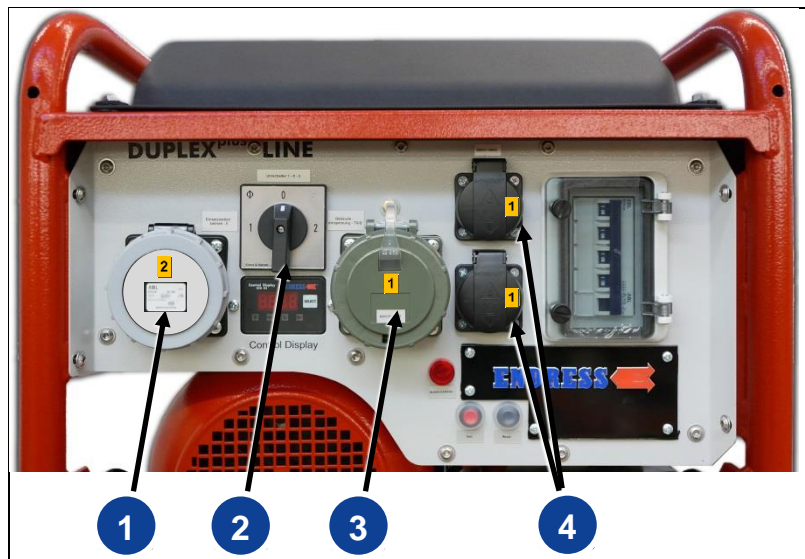

Fig. 4-6: Conectar el material de utilización versión II/TN-S
¡Conmutar el modo de funcionamiento (Fig. 4-6-(2)) SOLO con el generador eléctrico apagado!!
Para ello, seleccione el modo de funcionamiento “Funcionamiento en el lugar de uso” en el conmutador (fig. 4-6-(2)).
La alimentación en la instalación fija se realiza a través de un cable de conexión flexible (H07RN-F o similar) en el distribuidor de evacuación instalado a cargo del propietario a través del enchufe CEE gris blanco 400 V / 50 Hz / 1h 3~ (véase la fig. 4-6-(1)). Todos los demás enchufes de este modo de funcionamiento no tienen corriente y no se pueden usar.
1. Seleccione el modo de funcionamiento “Alimentación del inmueble” en el conmutador (fig. 4-6-(2)).
3. Una el cable de conexión al enchufe CEE de 400 V / 50 Hz / 7h 3~ con la marca de color blanco (consulte la fig. 4-6-(1)).